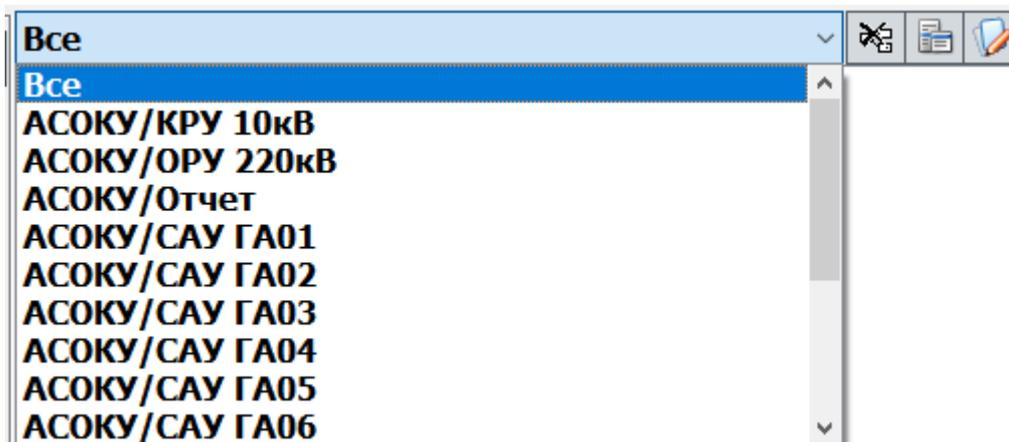

Рисунок 12 – Фильтр по системам контроля параметров проекта
2.2 Фильтр по системам контроля параметров. Представляет собой выпадающий список систем контроля (Рисунок 12). Выбор системы контроля накладывает фильтр на дерево параметров, но не помечает (не выставляет "галочки") параметры для отображения тренда. Сброс фильтра по системам контроля происходит по нажатию кнопки  справа от списка. При сбросе фильтра в дереве параметров снимаются все "галочки".